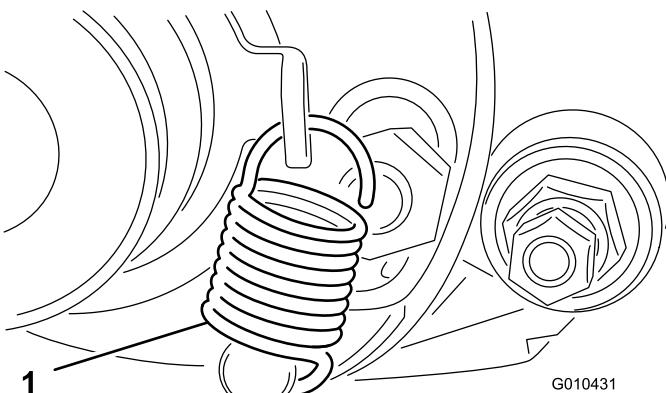

Figure 17
- Tournez la poulie de tension jusqu'à ce qu'il soit possible d'accrocher le ressort d'extension dans le trou du support de la poulie et sur le goujon, comme montré à la Figure 17.